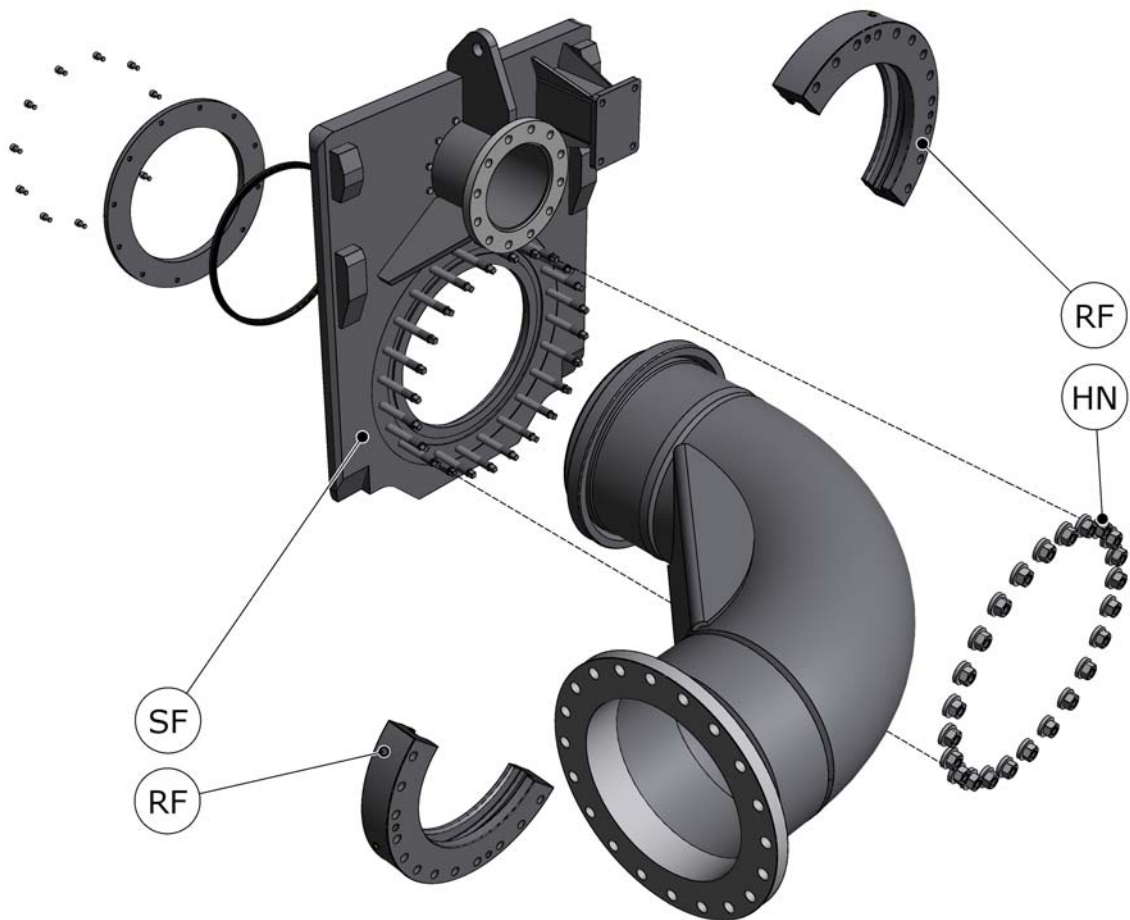

Figure 31 Remplacement de la bride de retenue de la glissière
1. Levez la glissière (SF, voir la Figure 31) en position haute dans le bossoir parallèle.